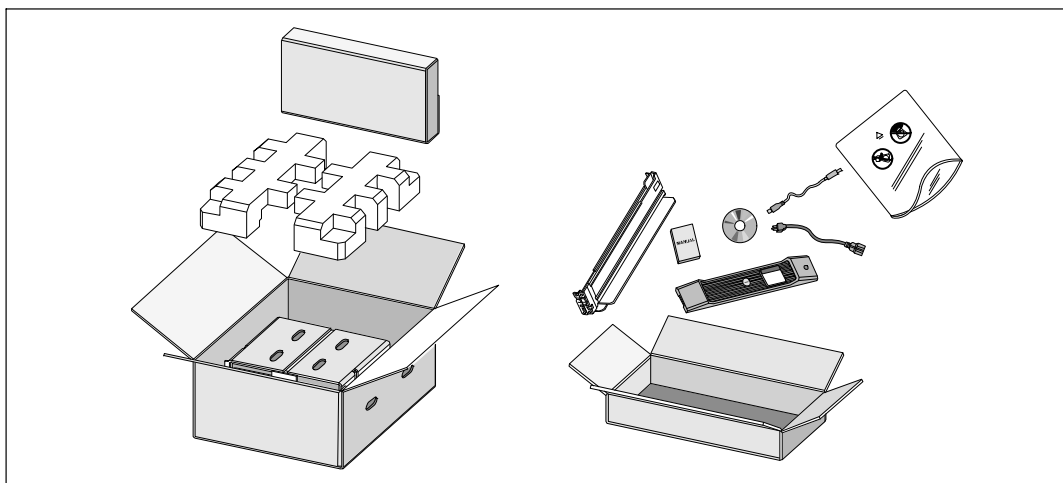

図2. キャビネットの開梱
- 1 段ボール箱を開き、キャビネットと同梱の付属品を取り外します。（図2を参照）。